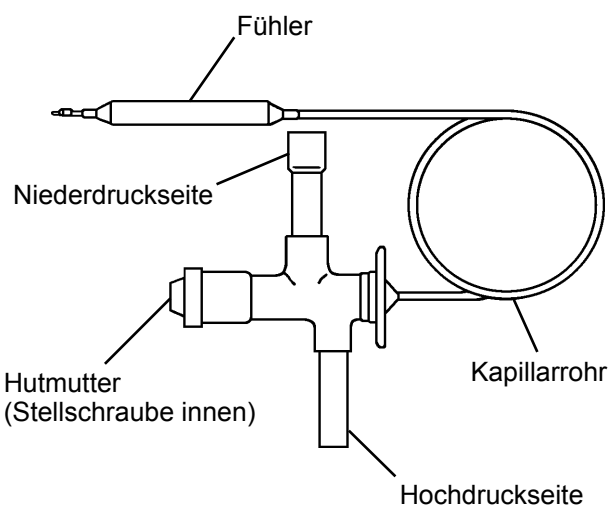

Abb. 11
- 4) Aus- und Einlassleitungen des Expansionsventils mit einem Rohrschneider trennen. Die Einlassleitungen nahe am Expansionsventil trennen, um die Rohrlänge so lang wie möglich zu halten. Die Auslassleitungen an der gestrichelten Linie in der Abb. 11 trennen. Bei Bedarf die Enden der getrennten Rohre für den Anschluss an das neue Expansionsventil mit einer Rohrverlängerung erweitern.